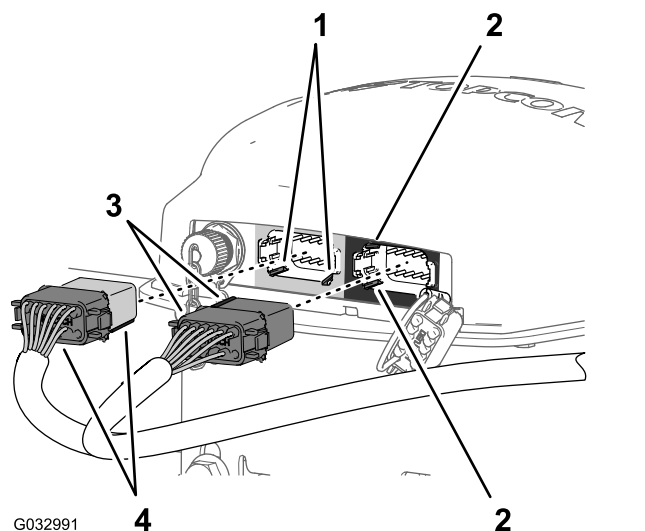

Рисунок 159
3. Совместите два выступа для совмещения на длинной лицевой стороне черно-серого 12-гнездового разъема жгута проводов передачи данных с двумя ответными пазами в нижней горизонтальной стенке левого (серого) 12-штыревого разъема навигационного приемника (Рисунок 159).
4. Соедините черно-серый 12-гнездовой разъем жгута проводов передачи данных с левым (серым) 12-штыревым разъемом навигационного приемника так, чтобы разъемы надежно зафиксировались со щелчком (Рисунок 159).
5. Совместите два выступа для совмещения на короткой стороне черного 12-гнездового разъема жгута проводов передачи данных с двумя ответными пазами в левой вертикальной стенке правого (черного) 12-штыревого разъема навигационного приемника (Рисунок 159).
6. Соедините чисто черный 12-гнездовой разъем жгута проводов передачи данных с левым (черным) 12-штыревым разъемом навигационного приемника так, чтобы разъемы надежно зафиксировались со щелчком (Рисунок 159).